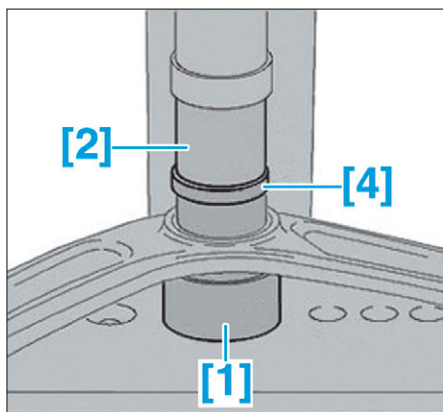

FIG. 15
- Placer les outils [1], [4] et [2] sur l'articulation élastique (Fig.15).